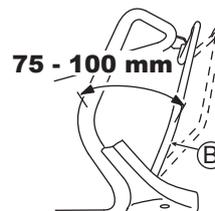

Fig. 25
Réglez de telle façon que la machine fonctionne (l'embrayage s'engage) lorsque la distance entre le Levier d'embrayage (B) et la poignée est de 75 - 100 mm ainsi qu'illustré dans la Fig. 25.